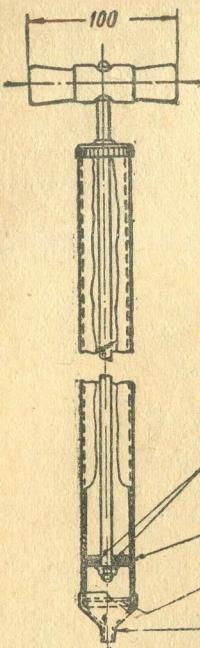

Рис. 69. Шприц для заправки маслом заднего моста и коробки передач:
2) поршень насоса переделывается для получения двухстороннего действия всасывания и нагнетания, для чего ставятся или две манжеты, формованные из кожи, или поршень изготавливается из подошвенной кожи, толщиной 3—5 мм. В последнем случае кожа должна быть плотно пригнана к цилинду и с обеих сторон зажата металлическими шайбами. Диаметр этих шайб должен быть на 2 мм меньше диаметра цилиндра насоса. Шприц с поршнем из толстой кожи работает надежнее (рис. 69);